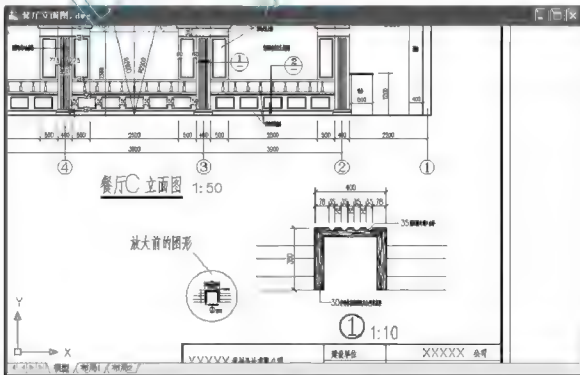

图 5.119 将“装饰柱详图”图块放大5倍
④ 在指定比例因子或 [复制(C)/参照(R)] <1.0000>：提示下，输入“5”后按Enter键，表示将图形放大5倍。结果如图5.119所示。
在图5.119中,特意保留了放大前的图形,经对比可知,右侧梁的断面图为放大后的“装饰柱详图”。这里需要做下面的计算。
(1) 1:50的图是指按实际尺寸缩小50倍画出的图形;1:10的图是指按实际尺寸缩小10倍画出的图形。
(2) 在模型空间内是按照主图(即1:50餐厅C立面图)的比例打印出图的,打印时图纸上的所有图形均缩小到原来的1/50,所以需要再将1:10的“装饰柱详图”再放大50/10=5倍。
(4) “装饰柱详图”放大50/10=5倍后,其断面的高度和宽度尺寸分别变成1750mm和2000mm,观察图5.119,标注装饰柱详图断面高度和宽度的尺寸仍然为350mm和400mm,这是由于将“装饰柱详图”做成了图块,使形成“装饰柱详图”的众多图元变成一个图元,只是将这个图元放大,而形成这个图元的内部众多图元被冻结,所以图形变大了而尺寸标注并未随之改变。
(1) 在1:10“装饰柱详图”中,文字“35宽凹槽勾金粉漆”和标注尺寸值的高度均为 $3.5\text{mm} \times 10 = 35\text{mm}$ ,详图符号圆圈的直径为 $10\text{mm} \times 10 = 140\text{mm}$ ;将图块放大5倍后,文字“35宽凹槽勾金粉漆”和标注尺寸值的高度均变为 $35\text{mm} \times 5 = 175\text{mm}$ ,详图符号圆圈的直径变为 $140\text{mm} \times 5 = 700\text{mm}$ 。
(2) 主图(餐厅C立面图)的出图比例为1:50,图中文字高度为 $3.5\text{mm} \times 50 = 175\text{mm}$ ,标高符号三角形的高度变为 $3\text{mm} \times 100 = 300\text{mm}$ 。
(3) 观察图5.119,对比可知主图和放大后“装饰柱详图”图块内的文字高度是相同的,打印缩小到1/50后,1:50主图和1:10“装饰柱详图”内文字高度、标注高度及标高等符号的大小肯定一致。